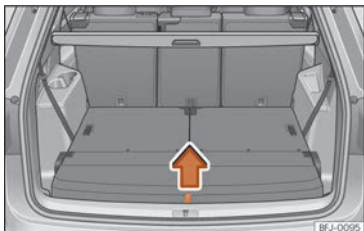

Fig. 122 Dans le coffre à bagages : soulever le plancher du coffre.
- Tirez le plancher du coffre par la boucle » » **fig. 122** vers le haut, dans le sens de la flèche, et retirez-le.